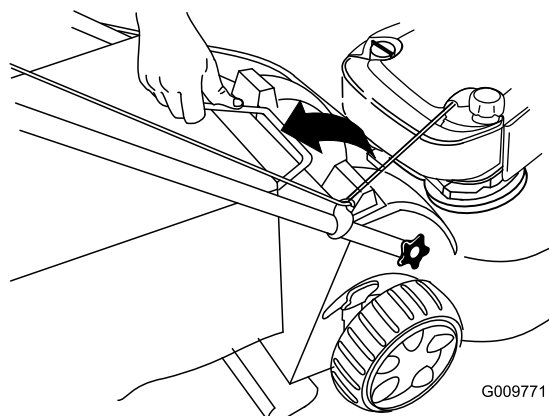

Figure 33
2. Soulevez le bac à herbe par la poignée pour le dégager des rainures en haut de la machine et le retirer (Figure 33).